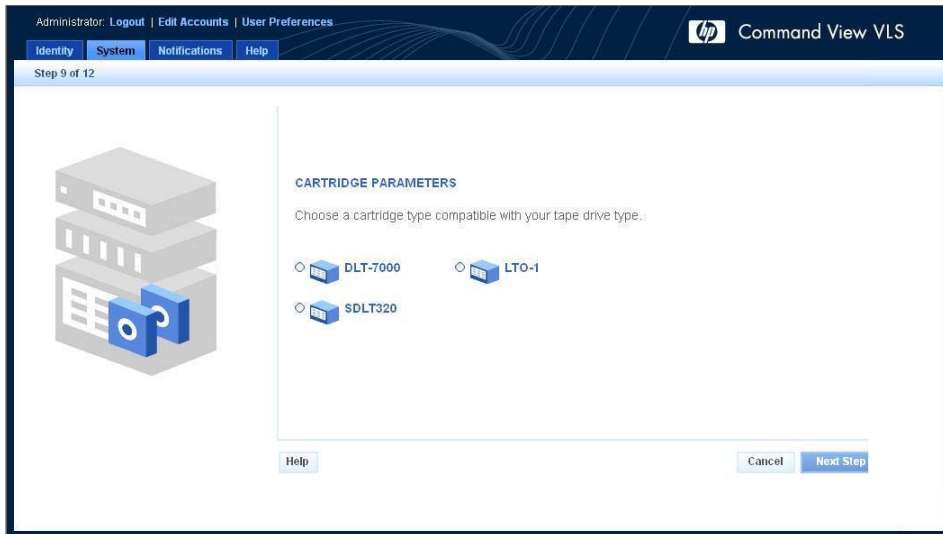

Abbildung 36 Fenster Create Virtual Library Wizard (9-12)
- 6. Wählen Sie den Typ der zu emulierenden Kassette aus (Abbildung 36).